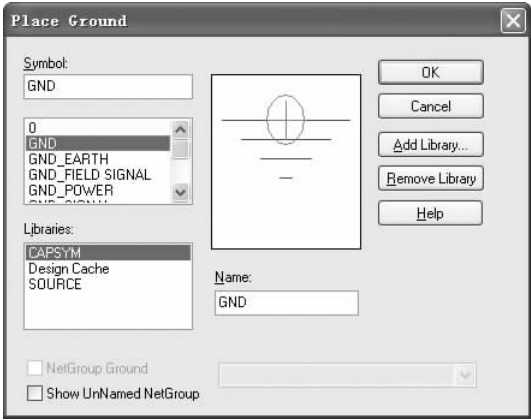

图 6-53 “Place Ground（放置电源）”对话框
2. 弹出如图 6-53 所示的“Place Ground（放置接地）”对话框，在该对话框中显示上面介绍的各种接地符号。